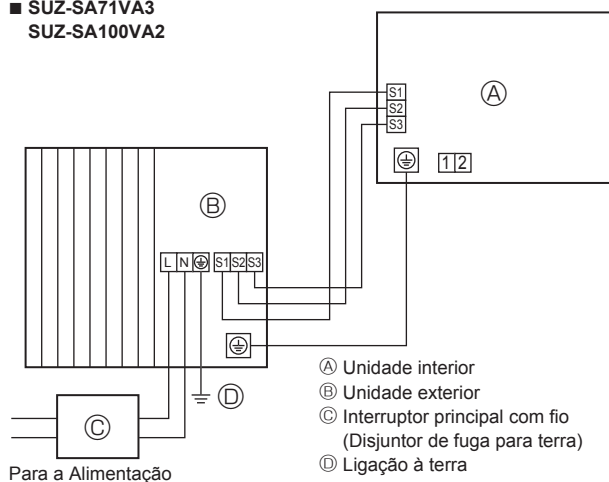
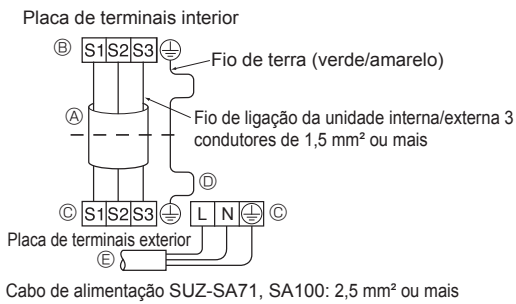
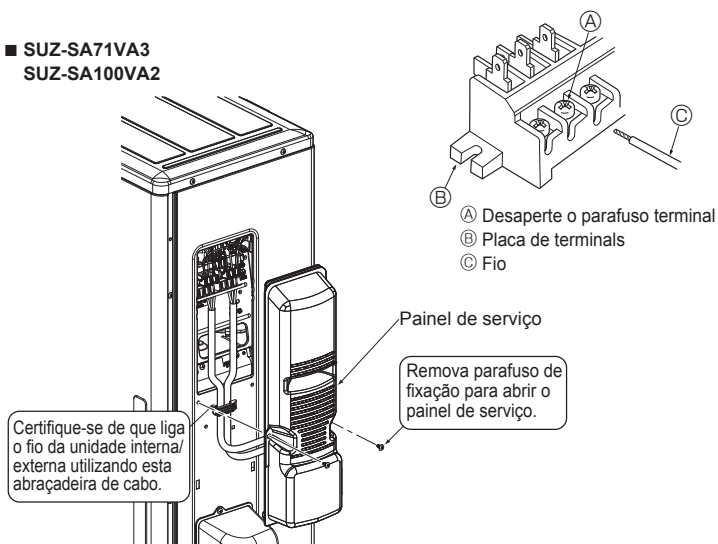

Fig. 5-1
Fig. 5-2
Fig. 5-3
### 5.1. Unidade exterior (Fig. 5-1, Fig. 5-2, Fig. 5-3, Fig. 5-4)
- Ligue os cabos referentes à Fig. 5-1, Fig. 5-2, Fig. 5-3 e Fig. 5-4.
- Faça as ligações tal como demonstrado no diagrama, na parte inferior esquerda. (Obtenha o cabo a nível local) (Fig. 5-2)
- (A) Cabo de ligação
- (B) Placa de terminais interior
- (C) Placa de terminais exterior
- (D) Instale sempre um fio de terra que seja mais comprido do que os outros cabos.
- (E) Cabo de alimentação
- Seja prudente para não trocar a cablagem. (Fig. 5-3)